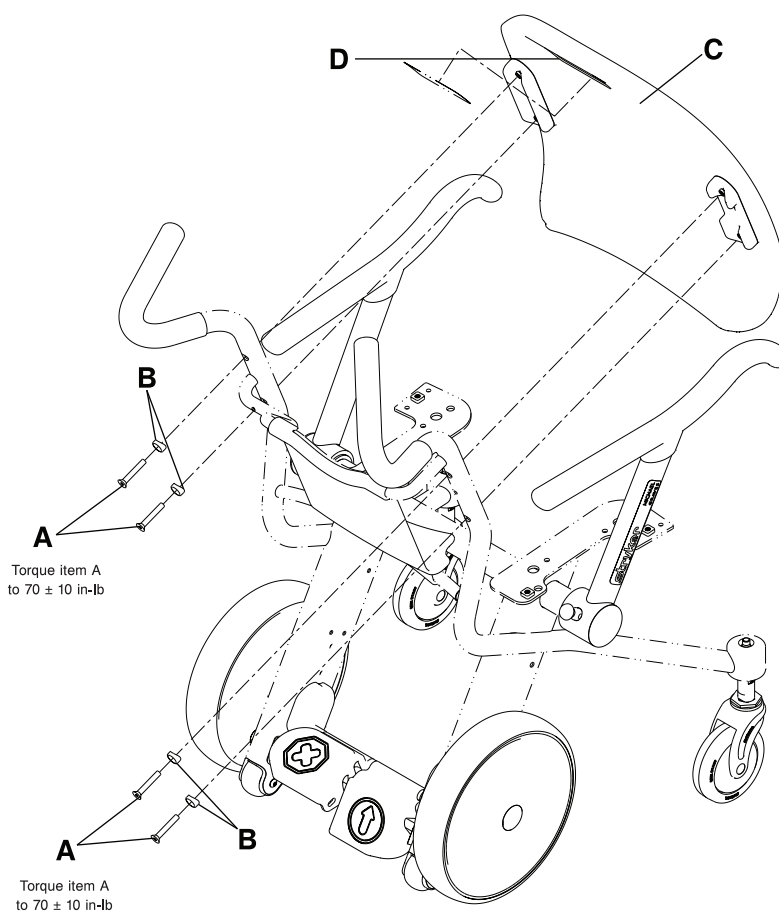

Fig. 8-21: Udskiftning af ryglæn
2. Brug en 3/16 tommer sekskantnøgle til at fjerne de fire flade hovedskruer (A) og nipler (B) og fjern ryglænet (C) fra stolerammen. Kassér skruer, nipler og ryglæn (Fig. 8-21 på side 8-37).
3. Brug en 3/16 tommer sekskantnøgle til at installere de fire leverede flade hovedskruer (A) og nipler (B) og sikre det leverede ryglæn (C) til stolerammen (Fig. 8-21 på side 8-37). Brug en 3/8 tommer drejementnøgle til at spænde skruerne til  $70 \pm 10$  in-lb ( $8 \pm 1,1$  Nm).
4. Sæt Stryker-mærkningen i den korrekte farve (D) fast på stolen.